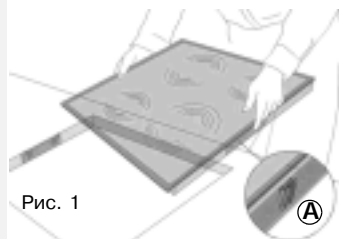

Рис. 1
- Установите 4 пружинных зажима (А) в соответствующие гнезда на ободке варочной панели, см. Рис. 1